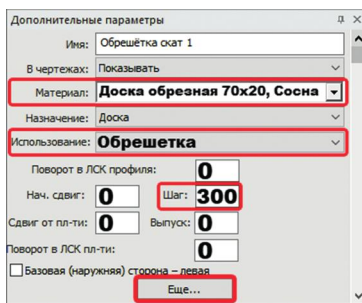
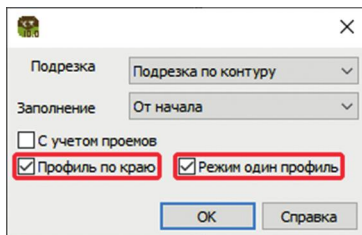

рис. 123
рис. 124
3. На панели **Дополнительные параметры** задайте параметры заполнения так, как на рис. 123. Затем нажмите кнопку **Ещё** и поставьте галочку перед параметрами **Профиль по краю** и **Режим один профиль** (рис. 124).